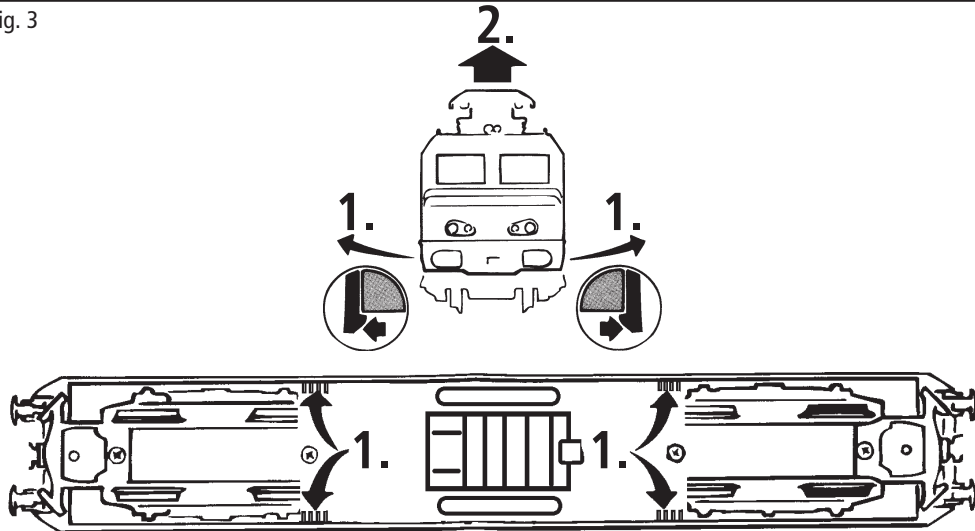

Fig. 4
3. Haftreifenwechsel: Zuerst den Getriebedeckel abnehmen (Fig. 4). Danach den **Radsatz** herausnehmen und die **Haftreifen** mit einer Nadel od. mit einem feinen Schraubendreher abziehen (Fig. 8). Beim Aufziehen der neuen Haftreifen darauf achten, dass diese sich nicht verdrehen.
3. Change of traction tyre: Remove the gear cover (fig. 4). Take out **wheel set** and remove **traction tyre** using a pin or a fine screwdriver (fig. 8). When pressing on the new traction tyre please **avoid twisting it**.
3. Échange des bandages d'adhérence: Démontez d'abord **le couvercle du carter des engrenages** des engrenages (fig. 4). Délogez ensuite les essieux bandagés et enlevez, à l'aide d'une aiguille ou d'un tourne-vis fin, les bandages d'adhérence (fig. 8). Lors du montage des nouveaux bandages veuillez veiller à ce que les bandages **ne soient pas tordus**.